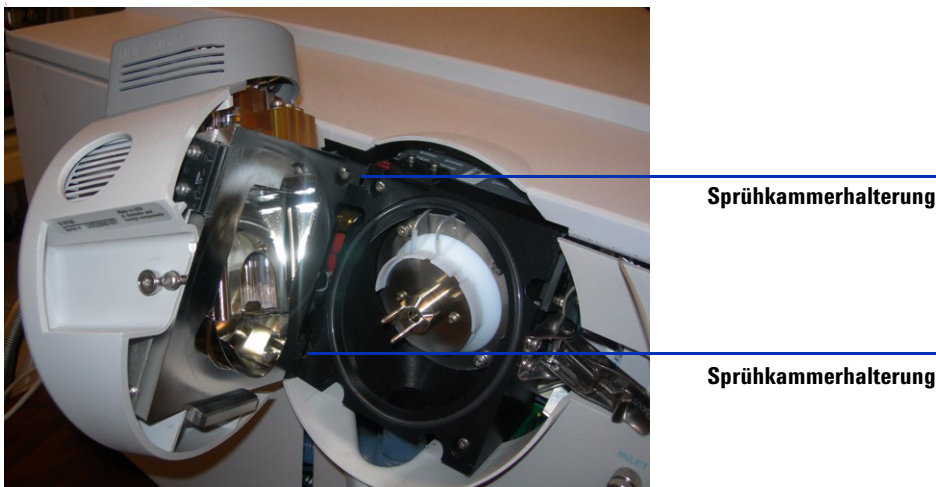

Abbildung 17 Multimode-Ionenquelle am TOF-Gerät angebracht
- 2 Montieren Sie die Multimode-Ionenquelle auf der Sprühkammerhalterung. Siehe Abbildung 17.